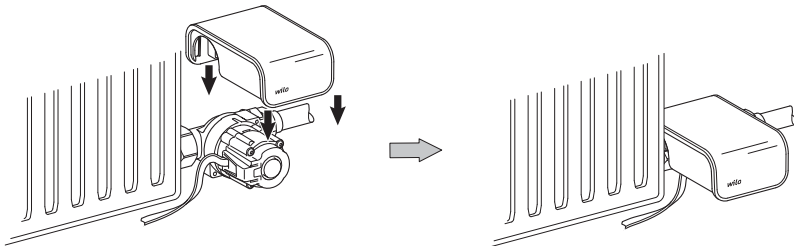

Fig. 16: Verkleidung auf Heatfixx Pumpe/Pumpenadapter aufstecken
- Verkleidung auf die Baugruppe Pumpe-Pumpenadapter aufstecken (Fig. 16).